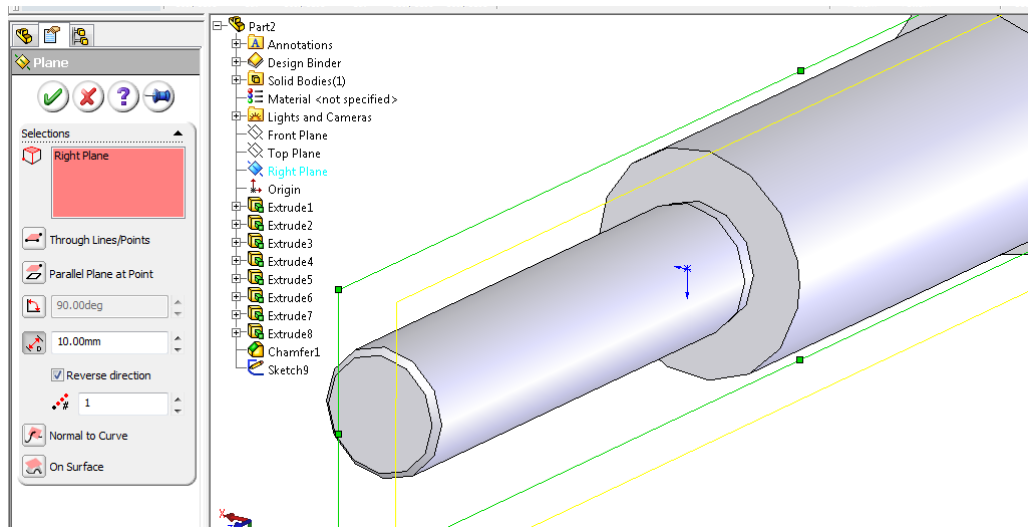

Рис. 4.2.5. Створення нової додаткової площини
8. Створіть нову довідкову геометрію – площину, на основі якої побудуємо паз під шпонку (рис. 4.2.5.). Вона має відстояти від площини симетрії вала на 10 мм.